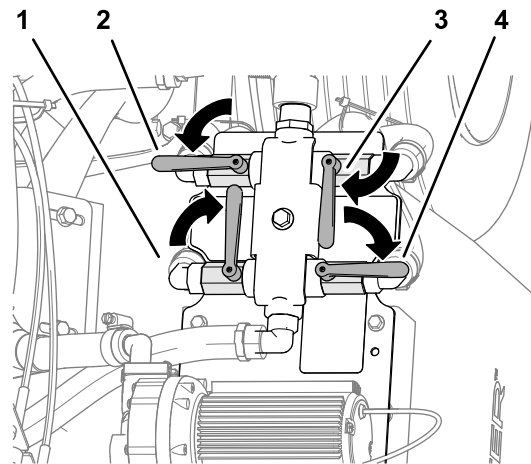

**Figura 35**
3. Afloje la contratuerca y abra la válvula de control (Figura 35).